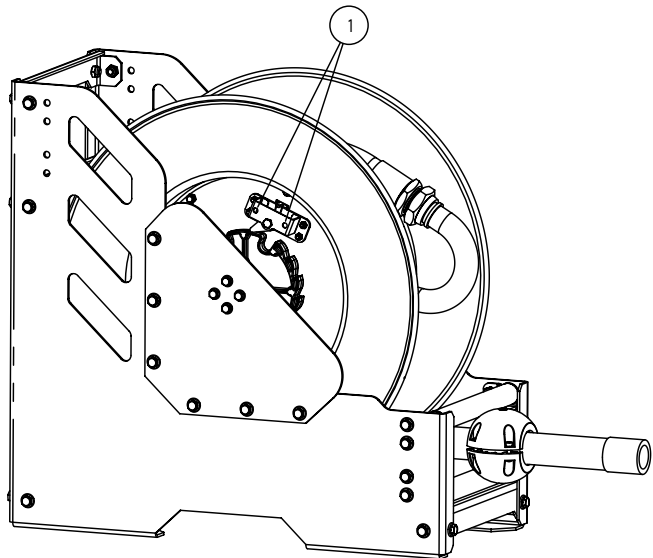

Fig. 9
1. With the hose fully wound on the spool and the hose stopper touching the rollers, remove the screws (1) (fig. 9).
1. Con la manguera enrollada y el tope de manguera apoyado en los rodillos de salida, desenroscar los tornillos (1) (fig. 9).